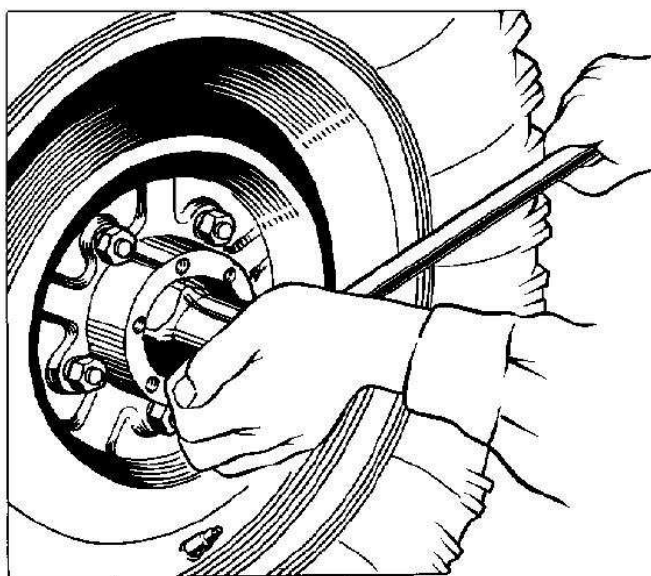

Рис. 14 Регулировка подшипников ступиц колёс
6. Затяните гайку регулировки подшипников ступицы с помощью динамометрического ключа 8560-01 А (рис. 14) и вставки 55-4819.
обратите внимание на исправность упоров-ограничителей 3 (см. рис. 14) поворота колес, болтов 1 и надежность их стопорения.